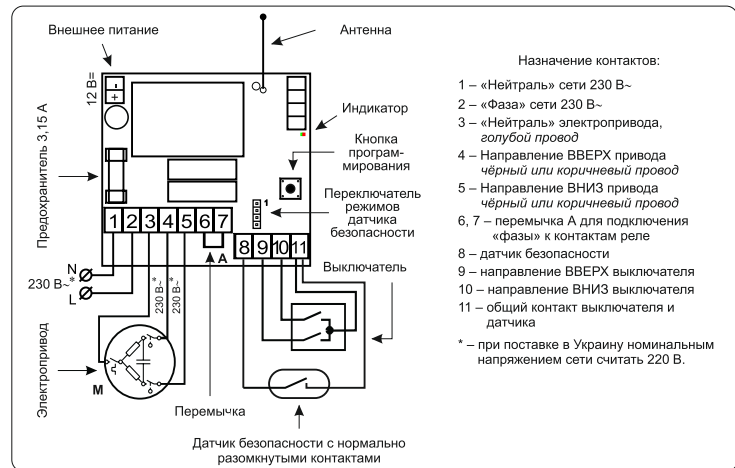

Рисунок 2 – Типовая схема подключения Radio 8615 IP65
3.2.1 Подключить двухклавишный выключатель к Radio 8615 IP55 (см. рисунок 2).